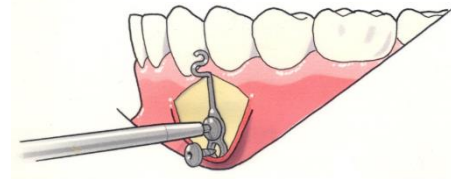

Fig. 3
Ankarplattan kan förböjas försiktigt för att få en optimal kontakt mellan plattan och det kortikala benet. Böjningen är begränsad mellan det övre och det nedre hålet. För in den första självborrande skruven (Surgi-Tec rekommenderar 5 mm längd, \varnothing 2,0 mm, ref. 70-505S) i det övre hålet på ankaret, men dra inte åt helt så att ankaret kan rotera något. Den andra självborrande skruven sätts in (Surgi-Tec rekommenderar 5 eller 7 mm längd, \varnothing 2,0 mm, ref. 70-505S eller 70-507S) (fig. 3)